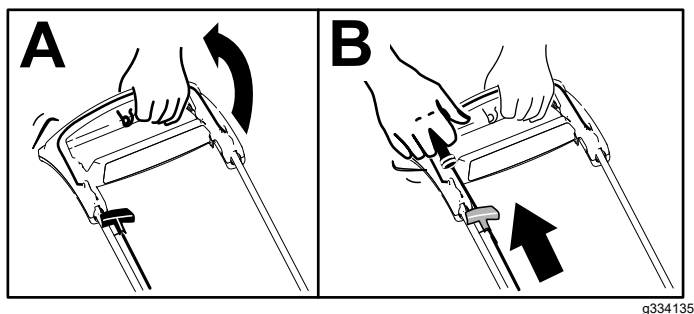

Figura 13
1. Mantenha a barra de controlo da lâmina encostada à pega (A de Figura 13).
2. Puxe a pega do arranque manual com cordão ligeiramente até sentir resistência e, em seguida, puxe rapidamente e deixe que regresse lentamente ao guia na pega (B de Figura 13).